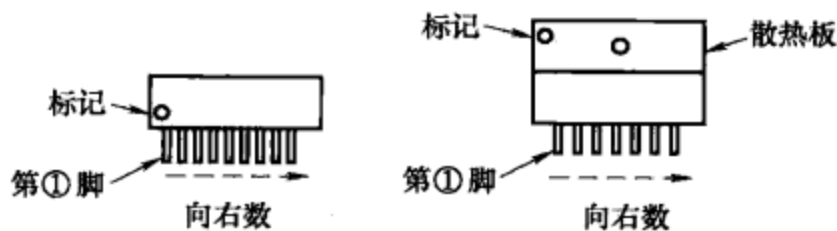

图 7-15
单列直插式集成电路的引脚如图 7-15 所示。识别时面对集成电路印有商标的正面，并使其引脚向下。一般在集成电路的正面左边会有凹坑、色点、小孔或缺角等定位标记。定位标记左下方为第①脚，从左至右依次为①、②、③……脚（按逆时针方向数的一个特例）。